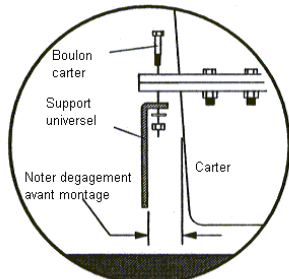

Figure 3A
1. Fixer le support universel au carter en utilisant les boulons existant sur le carter (Figure 3A). Ces boulons de carter ne doivent pas être d'un diamètre supérieur à 11 mm.